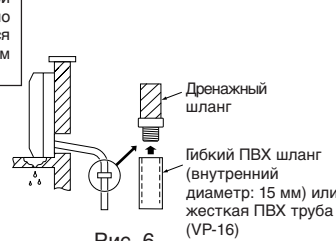

Рис. 6
- Если дренажный шланг слишком короткий, см. Рис. 6, чтобы нарастить длину шланга.